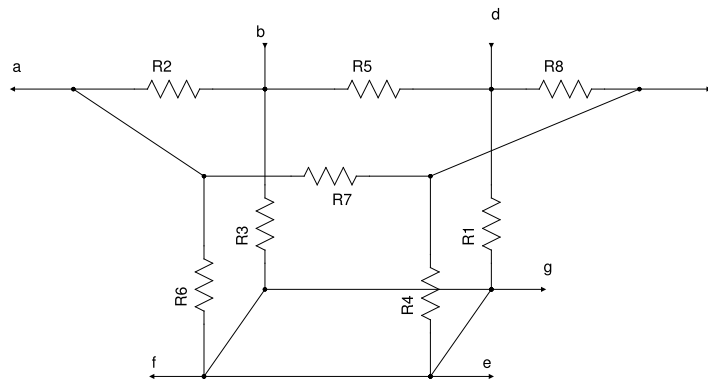

Figura 1.4
8. Monte o circuito da figura 1.4 e meça a resistência entre cada dois pontos do circuito.